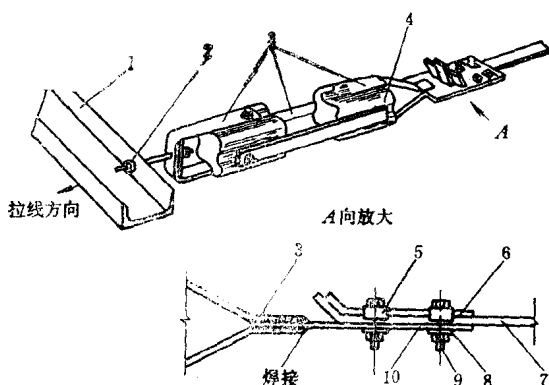
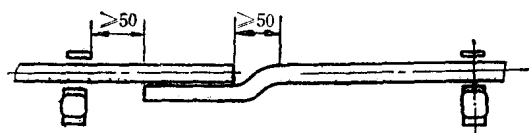

图 1-8
图 1-9
图中固定支架之间的间距不大于3m,终端都采用终端拉紧装置拉紧,如图1-8所示。安装步骤如下所述。
(1) 预埋: 预埋支架及终端固定支架的拉紧螺栓 (M12), 通常为直伸至墙外, 用扁铁垫承托。
(2) 装绝缘子: 待预埋件水泥干固后, 装上绝缘子, 在其上下垫上 1.5mm 以上厚的橡胶垫, 装下夹板 (建议用铁制的), 要求平整牢固。
(3) 装终端装置: 在两端装上如图 1-8 所示的终端拉紧装置。
(4) 钻母排之间的联接螺栓: 母线之间的联接通常采用螺栓固定联接方式, 钻孔尺寸及孔数应符合表 1-2 规定, 即矩形母线直接联接的搭接要求。
(5) 平弯母排端头搭接处:每两片母排搭接时,其下面一片母排的搭接处要平弯一个弯头,使搭接后两片母排平直,如图1-9所示。但要注意上片母排端头与下片母排平弯开始处的距离不应小于50mm。这只要做一个简单的铁制的上下压模,在压力机上或用千斤顶即可成批的加工。另外,对两终端中的一根母排不钻螺孔的一边,按图1-8中6所示,以钢夹板上翘的角度也弯一同样的上翘角度。
(7) 联接母排:先从任一终端开始,将终端弯有上翘角的这根母排按图1-8所示安装在终端拉紧装置上,旋松该图中2调节螺母、螺栓,以便今后可适当调节拉紧程度。然后依次将一根根铜排联接起来。注意:母排的搭接处离开支持绝缘子的支持夹板边缘不应小于50mm(如图1-9所示)。